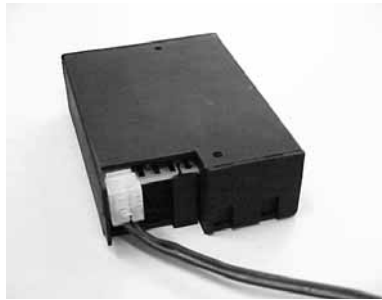

fig. 10
- Schuif de witte stekker van het aansluitsnoer achterop de printplaat van de ontvanger (fig. 10).